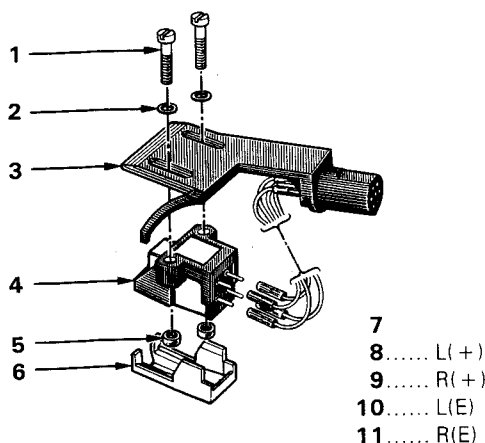

Fig. 13
1. Enfiler prudemment les conducteurs de la coquille sur les fiches correspondantes de la cellule. Reportez-vous à la figure 13 pour la correspondance des couleurs. Utilisez une petite pince à bords longs (ou une pince à épiler) pour manipuler les conducteurs.
1. Druk de aansluitingen van de aansluitdraden voorzichtig op de overeenkomstige pennen van het element. Zie Fig. 13 voor de kleurcode. Gebruik een klein tangetje of een pincet om de busjes op de pennetjes te schuiven.
1. Skjut försiktigt kabelkontaktarna på pickuppens motsvarande piggar. Se färganvisningarna på bild 13. Använd en pincett eller en smal plattång när du sätter på kontaktarna.